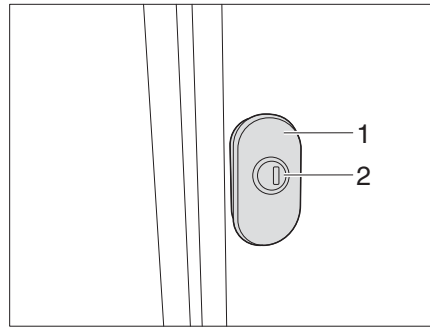
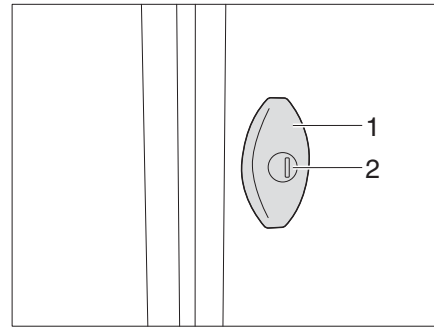

Bild 52 Drehspannschloss (Variante 1)
Bild 53 Drehspannschloss (Variante 2)
- Schlüssel in Schließzylinder (Bild 52,2/Bild 53,2) stecken und eine viertel Umdrehung drehen. Das Klappenschloss ist entriegelt.
- Am Drehspannschloss (Bild 52,1/Bild 53,1) ziehen und um 180° im Gegenuhreigersinn drehen. Die Außenklappe ist geöffnet.
- Drehspannschloss (Bild 52,1/Bild 53,1) im Uhrzeigersinn um 180° drehen. Die Klappe wird an die Dichtung gezogen.
- Schlüssel in Schließzylinder (Bild 52,2/Bild 53,2) stecken und eine viertel Umdrehung drehen. Das Klappenschloss ist verriegelt.